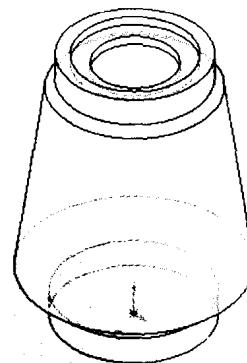

图 1.3
- 单击【特征】工具栏中的【旋转凸台/基体】按钮，在弹出的对话框中单击【是】按钮，将草图自动封闭。在【基体-旋转】PropertyManager 对话框中保持所有默认值(即【旋转参数】选项组中分别是【单一方向】和 360deg)，单击【确定】按钮。在绘图区空白处单击以消除选择。单击【视图】工具栏中的【隐藏线变暗】按钮，单击【标准视图】工具栏中的【等轴测】按钮，将视图变为等轴测视图，如图 1.3 所示。单击菜单栏中的【文件】|【另存为】命令，将文件另存为 Pot.sldprt。